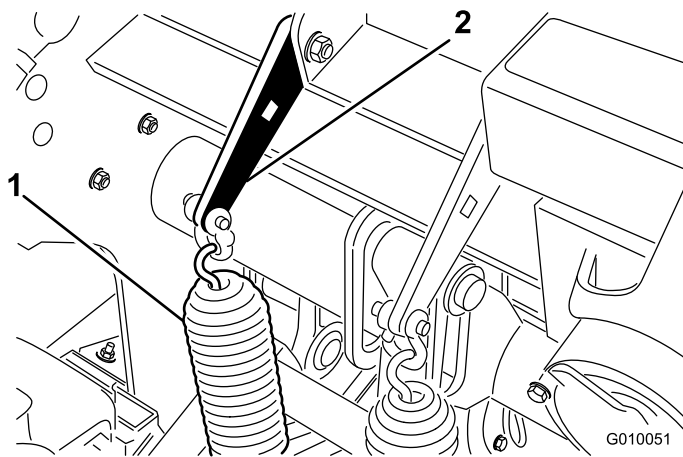

Figura 36
1. Desaperte as porcas do parafuso de carroçaria que fixam os suportes da mola à cabeça de perfuração (Figura 36). Não os retire.